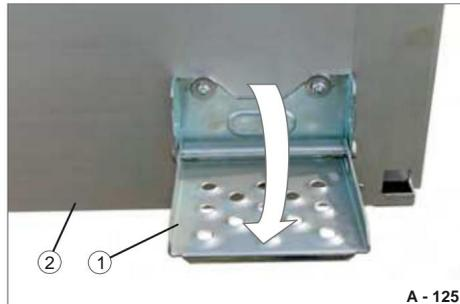

Fig. 181 Gradino di piegatura, aperto
- ÿ Sbloccare e abbassare il pannello laterale posteriore (Fig. 181/2) - vedi pagina 170.
- ÿ Tirare il gradino (Fig. 181/1) verso l'alto e ripiegarlo verso il basso.